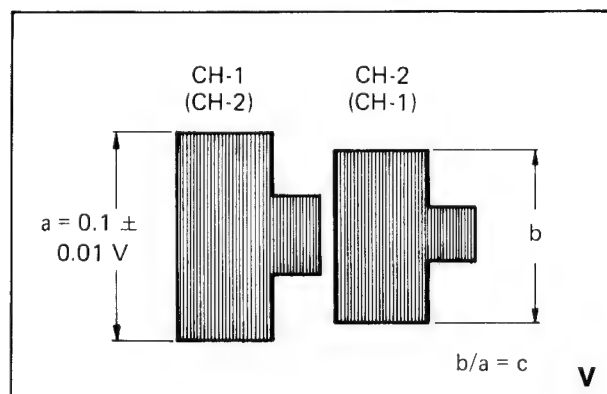

Bild 3-29
4. Während der Aufnahme R 32 und R 29 auf der Vor/Aufnahmeverst.-Platte so einstellen, daß bei Wiedergabe an TP 202 (Y-Color-Platte) die größere Signalamplitude 0,1 Vss beträgt (Bild 3-29).